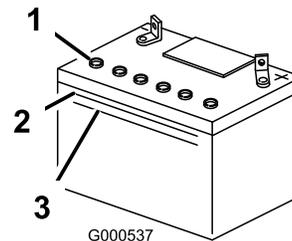

Figura 44
- Osservate il fianco della batteria. L'elettrolito deve raggiungere la linea **superiore** (Figura 44). Non lasciate scendere l'elettrolito sotto la linea inferiore (Figura 44).
- Togliete i tappi di spurgo dalla batteria (Figura 44).
raggiunge la linea superiore (Figura 44) sulla scatola della batteria.
5. Attendete cinque o dieci minuti dopo avere riempito gli elementi della batteria. All'occorrenza, aggiungete acqua distillata finché l'elettrolito non raggiunge la linea superiore (Figura 44) sulla scatola della batteria.